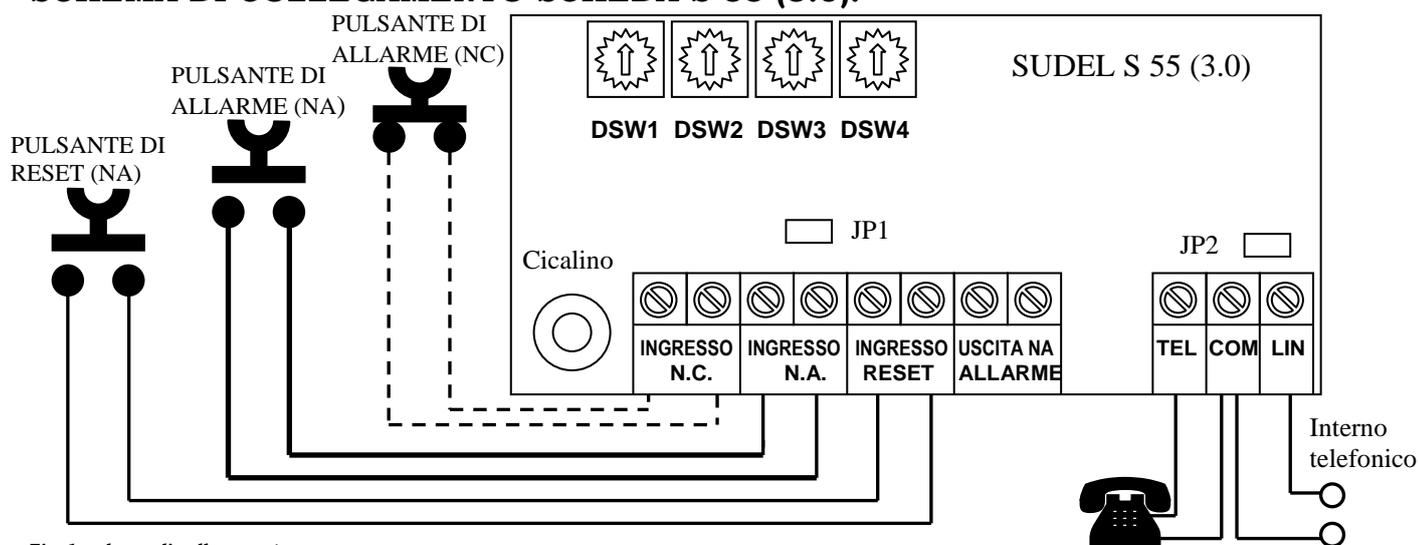

Fig. 1: schema di collegamento
- 2) distacco del telefono interno (se collegato come da schema di fig.1)